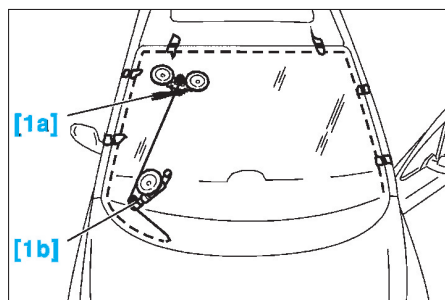

FIG. 75
• Fixer l'outil [1b] (Fig.75).